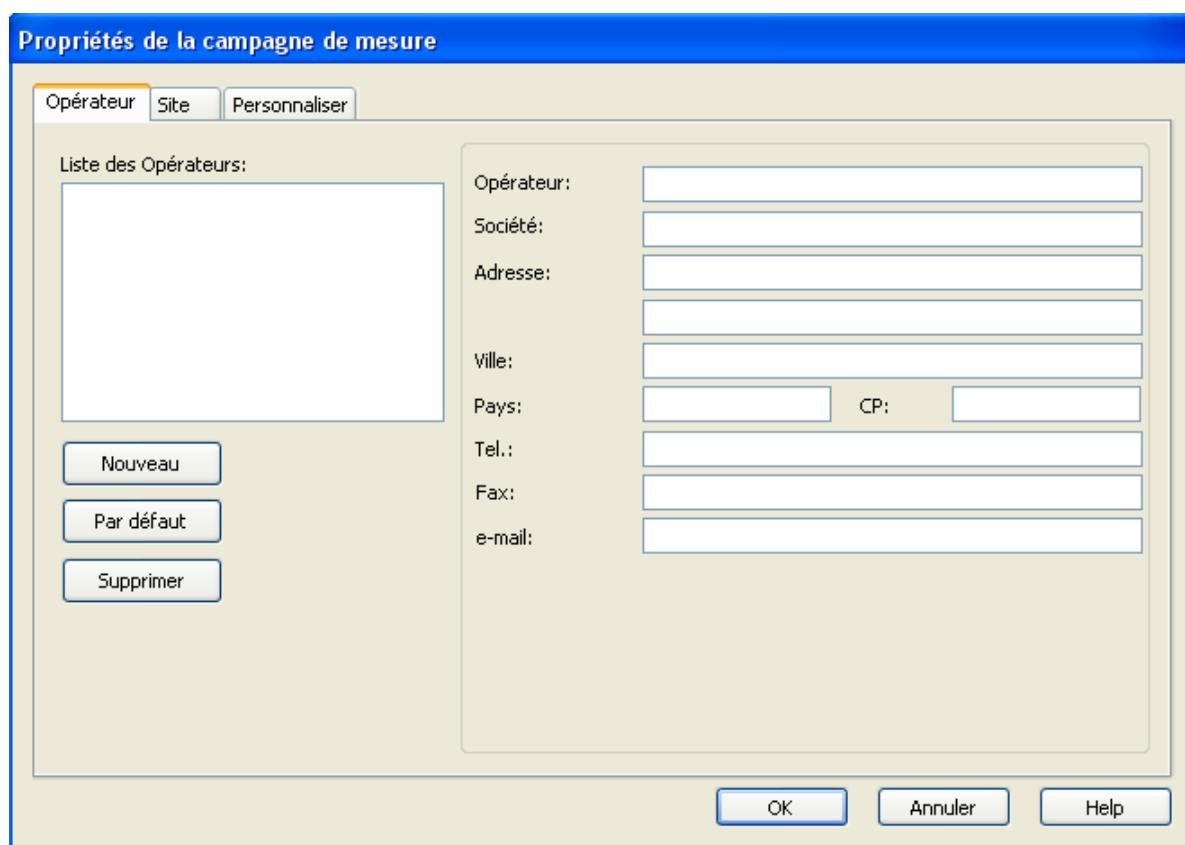

Figure 2-8
- 2) la création de la base de données s'accompagne d'une fenêtre de demande de renseignements (figure 2-8) concernant la session (Opérateur, Site, Personnaliser). Ces informations restent liées à la session et seront utilisées pour la rédaction automatique de rapports.